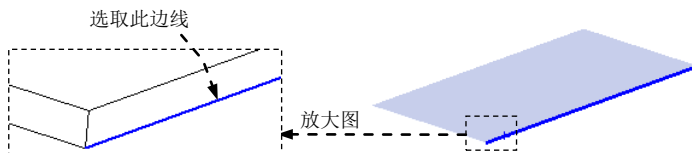

图 17.7.51 定义特征的边线
(1) 选择命令。选择下拉菜单 **插入(I)**  **钣金(B)**  **边线法兰(E)...** 命令, 系统弹出“边线法兰”对话框。
(2) 定义特征的边线。选取图 17.7.51 所示的模型边线为生成的边线法兰的边线。